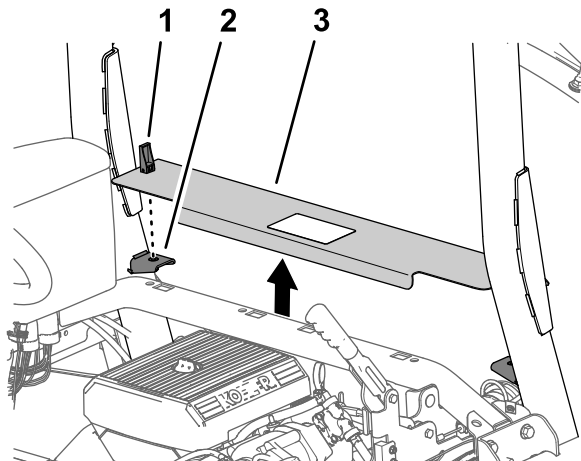

図 9
1. エンジンアクセスパネルのラッチのハンドルを上げる 図 9。
2. エンジンアクセスパネル持ち上げて機体から取り外す 図 9。